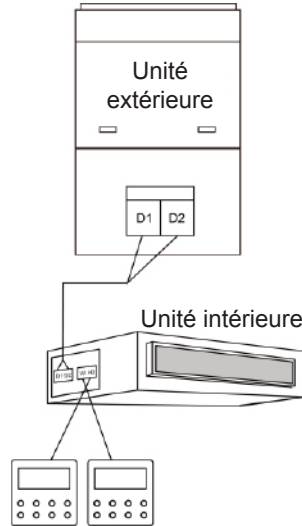

Fig. 3.5 Deux contrôleurs câblés commandent une unité intérieure
- (1) Lorsqu'un contrôleur câblé commande simultanément plusieurs unités intérieures, le contrôleur câblé peut se connecter à l'une d'elles, à condition qu'elle soit de la même série. La quantité totale d'unités intérieures commandées par contrôleur câblé ne peut pas dépasser 16 éléments, et les unités intérieures connectées doivent faire partie du même réseau. Le contrôleur câblé doit définir le nombre d'unités intérieures commandées en groupe. Voir la section 3.2.3 Réglage des paramètres.
- (2) Lorsque deux contrôleurs câblés commandent une unité intérieure, leurs adresses doivent être différentes. Voir la section 3.2.3 Réglage des paramètres.
- (3) Lorsque deux contrôleurs câblés commandent plusieurs unités intérieures, le contrôleur câblé peut se connecter à l'une d'elles, à condition qu'elle soit de la même série. Les adresses de ces contrôleurs câblés doivent être différentes. Voir la section 3.2.3 Réglage des paramètres. La quantité totale d'unités intérieures commandées par contrôleur câblé ne peut pas dépasser 16 éléments, et toutes les unités intérieures connectées doivent faire partie du même réseau. Le contrôleur câblé doit définir le nombre d'unités intérieures commandées en groupe. Voir la section 3.2.3 Réglage des paramètres.
- (4) Lorsqu'un (ou deux) contrôleur(s) câblé(s) commandent plusieurs unités intérieures à la fois, les réglages de ces unités doivent être les mêmes.
- (5) Le câblage du contrôleur câblé et du réseau d'unités intérieures doit être effectué conformément à l'une des quatre méthodes de câblage indiquées sur la figure 3.4-3.7. Pour la méthode de connexion indiquée sur les fig. 3.5 et 3.7, il ne doit y avoir qu'un contrôleur câblé maître (l'adresse est 01) et un contrôleur câblé esclave (l'adresse est 02). Il ne peut pas y avoir plus de deux contrôleurs câblés.
- ① Unités DRV multiples traditionnelles ;
- ② Unités air neuf ;
- ③ Unités à double source de chaleur ;
- ④ Unités combinées.